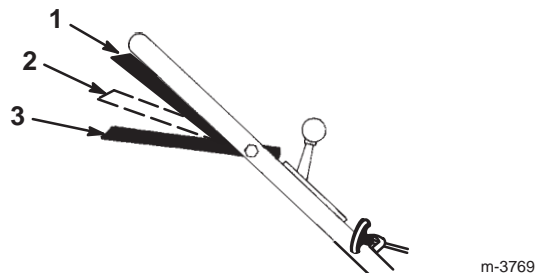

Bild 11
- Drücken Sie den Schaltbügel gegen den Griff in die Stellung **Betrieb/Fahren** (Bild 11).
Hinweis: Ändern Sie nicht die Geschwindigkeit, wenn der Schaltbügel zum Griff in die Stellung **Betrieb/Fahren** gedrückt ist, da das Getriebe beschädigt werden kann. Der Schaltbügel sollte in der Stellung **Fahren/Schalten** sein (Bild 11), wenn Sie die Fahrgeschwindigkeit ändern.